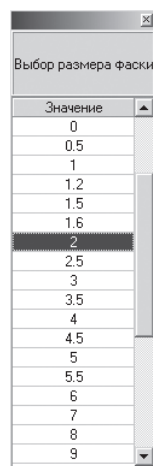

Рис. 3.9. Панель для выбора значений ширины фаски из базы данных
- введите в разделе **Слева** на вкладке **Фаска** в поле **Ширина** размер фаски, равный 0. Этот размер, как и все остальные, можно выбрать, используя соответствующую кнопку  – **Выбрать из базы**. После чего появится соответствующая панель для выбора соответствующих значений ширины фаски. При выборе ширины фаски она выглядит так, как показана на рис. 3.9;
- введите в разделе **Слева** на вкладке **Фаска** в поле **Ширина** размер фаски, равный 2. Этот размер, как и все остальные, можно выбрать, используя соответствующую кнопку  – **Выбрать из базы**. После чего появится соответствующая панель для выбора соответствующих значений ширины фаски (см. рис. 3.9);